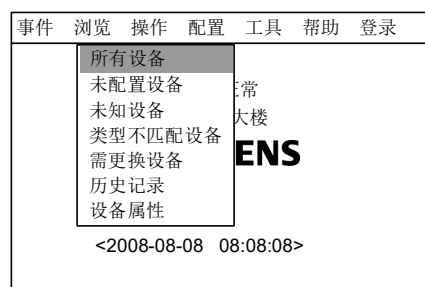

图 12-2
2. 按“→”键选择“浏览”子菜单（图 12-2），然后按“↓”键选择需要屏蔽设备所在的选项，然后按“OK”键。此时可将该设备直接显示在窗口上，便于查找。